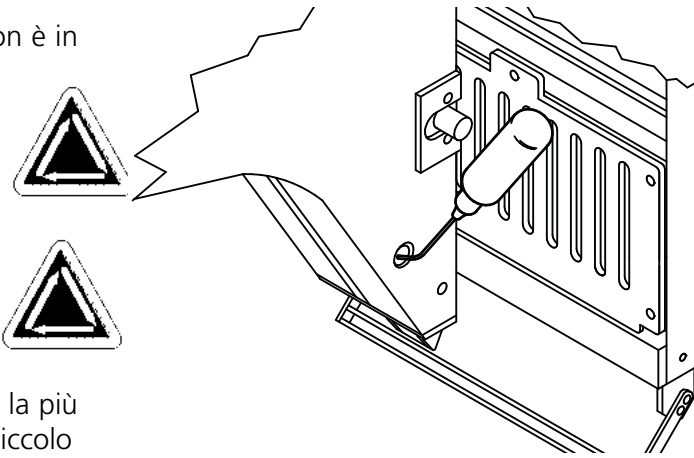

Figura 5-6
3. All'estremità della macchina (testa #12, la più lontana dal posto di lavoro), usate un piccolo lampo per guardare attraverso l'apertura con la linea rossa. Confermate che l'apertura di lubrificazione inferiore è allineata correttamente (consultate la Figura 5-6).